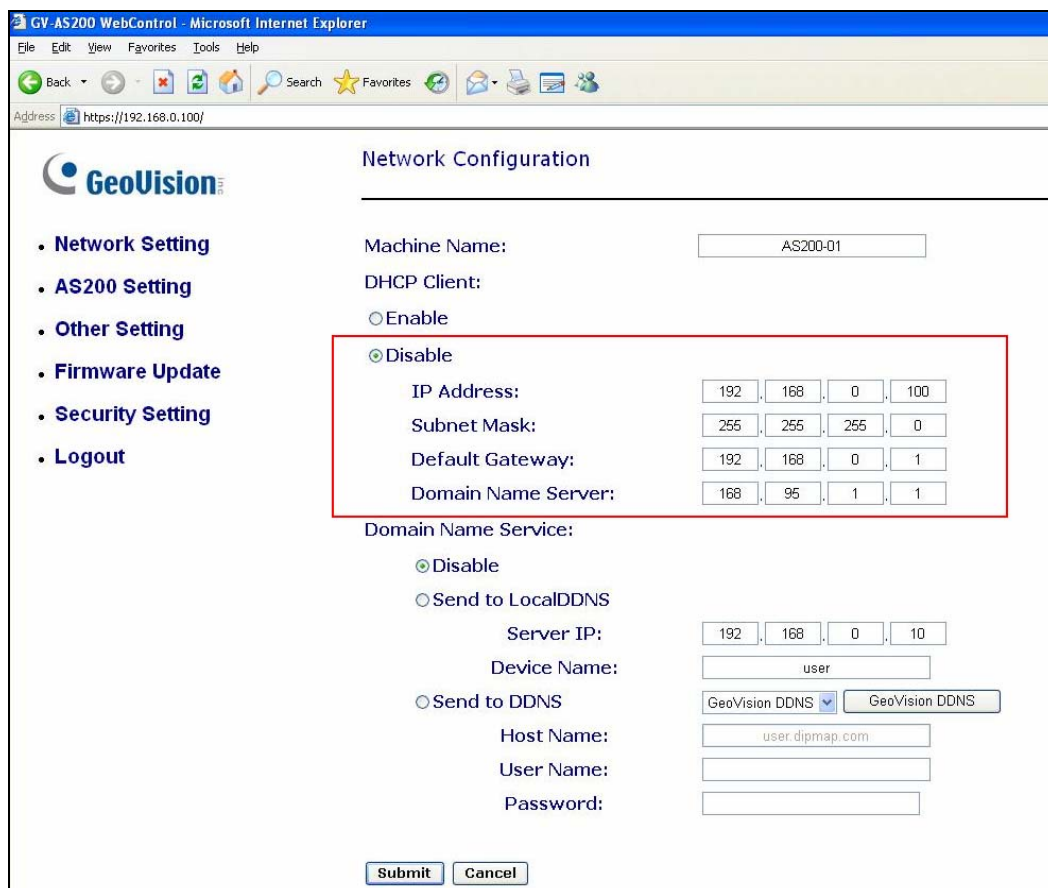

Figure 2
2. Dans les champs User Name (Nom d'utilisateur) et Password (Mot de passe), entrez les valeurs par défaut **admin** et **1234**, respectivement. Cliquez sur **OK**. La page de configuration du réseau (voir Figure 2) apparaît.
1. Dans le panneau gauche du menu, cliquez sur **Network Setting (Réglages réseau)** et cliquez sur le bouton **GeoVision DDNS** (voir *Figure 2*). Ou ouvrez un navigateur Internet et entrez l'adresse IP par défaut <http://ns.dipmap.com/register.aspx>. La page suivante s'affiche.